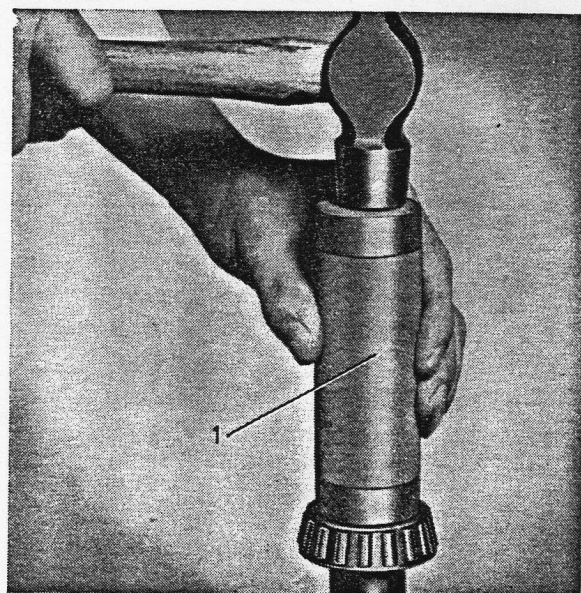

Bild 5-42. Einbau des Achswellenlagers
2. Kegelrollenlager (9, Bild 5-56) falls abgezogen, auf Achswelle aufziehen. Buchse SVO 1805 verwenden, siehe Bild 5-42.